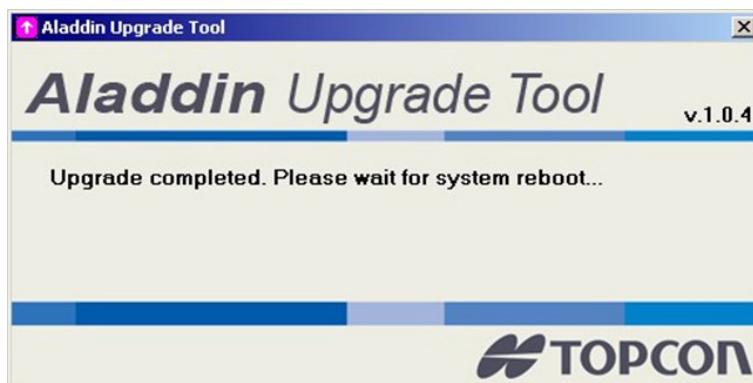

Figura 101
9. Dopo l'upgrade vedrai il messaggio in Figura 101 sullo schermo.